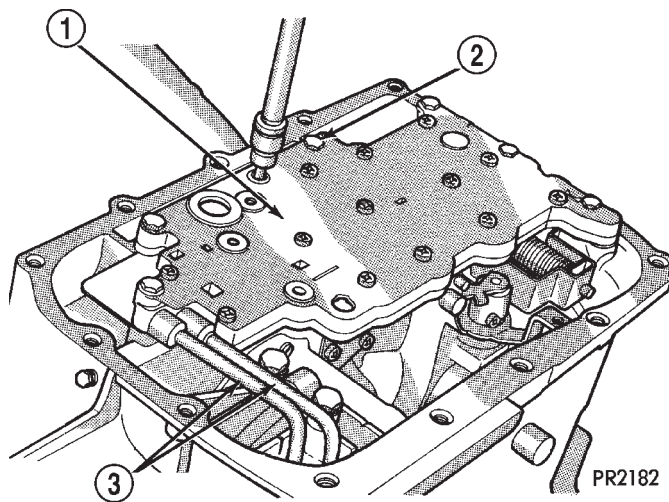

Fig. 76 Pernos de fijación del cuerpo de válvulas
(37) Instale los pernos del cuerpo de válvulas al cárter (Fig. 76) y apriételos con una torsión de 12 N·m (105 lbs. pulg.).